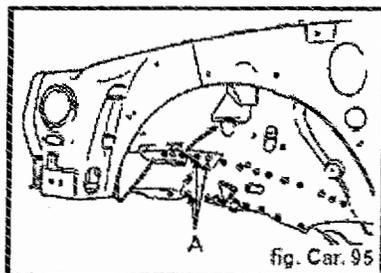

fig. Car. 95
**Soudure (fig. Car. 95)**
**Nota :** En (A), points en trois épaisseurs
Soudure (fig. Car. 95)